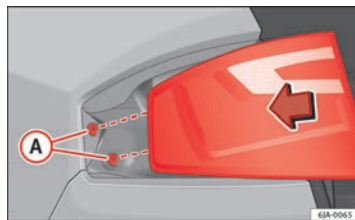

Fig. 160 Montar a unidade traseira
- Pressione a unidade da luz traseira para trás (sentido de rotação do veículo) encaixando as fixações nos casquilhos de borracha ⇒ Fig. 160 **A**.